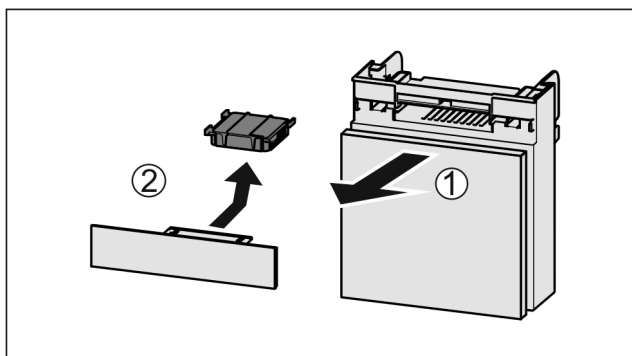

Fig. 107
- Extraire le compartiment par l'avant Fig. 107 (1).
- Sortir le filtre à charbon actif Fig. 107 (2).